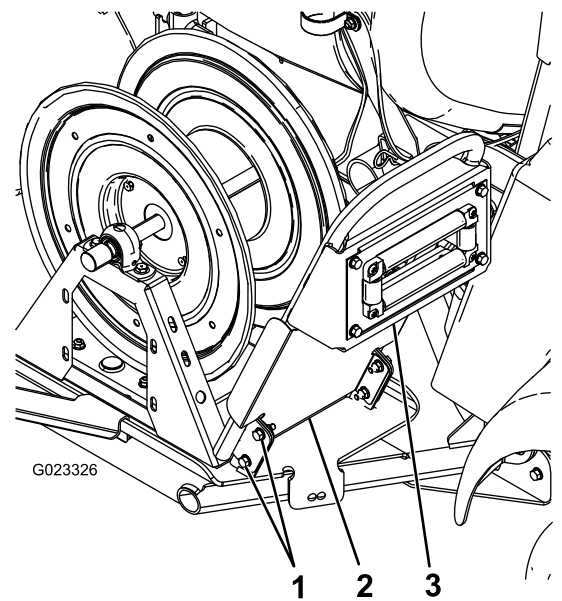

図 8
5. ハンドルを、スイベルプレートに仮止めするボルト5/16 インチ4本を使用する図 8。
6. 泥除けシールドとハンドルを、スイベルプレートに取り付けるステップ 5 で取り付けたボルトと、フランジナット5/16 インチ4個を使用する図 8。